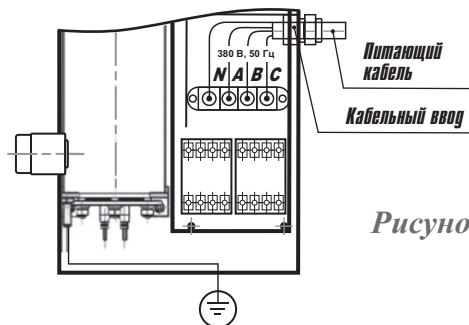

Рисунок 3
- подключить ЭВН-К к электросети 220 В, 50 Гц (**рисунок 2**) или 380 В, 50 Гц (**рисунок 3**) в зависимости от типа изделия (см. п. 4), пропустив питающий кабель через кабельный ввод (фитинг). Фазные провода и нулевой провод следует подключить в соответствии с маркировкой на клеммную колодку.